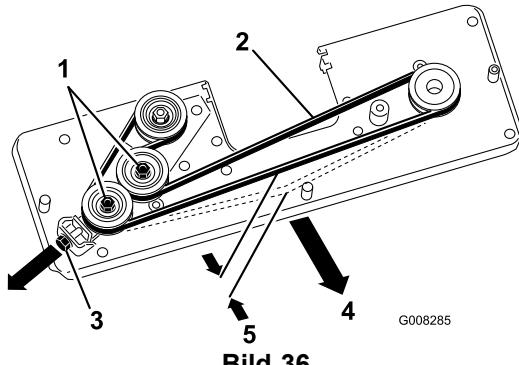

Bild 36
4. Lösen Sie die zwei Sechskantmuttern auf der Antriebsscheibe (Bild 36).
5. Stellen Sie die M10-Mutter so ein, dass sich der Riemen 5 mm mit einer Spannung von 30 N bewegt (Bild 36).